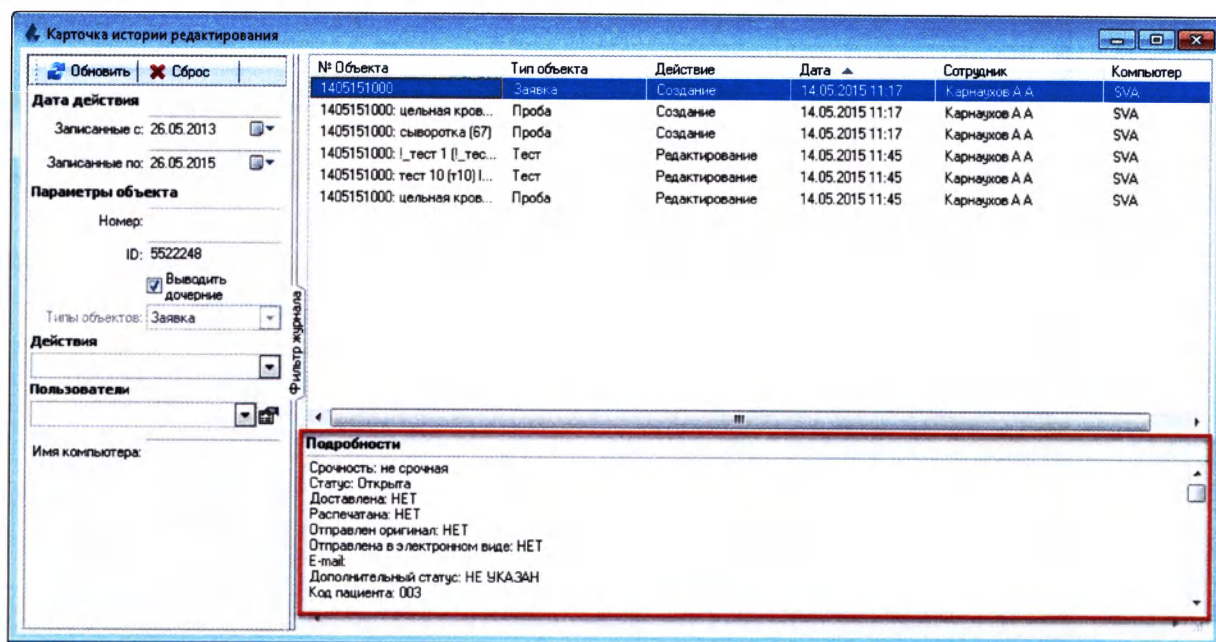

Рисунок 14.8
2. Подробности по выбранной записи отображаются в нижней части карточки истории редактирования в области «**Подробности**» (Рисунок 14.8):